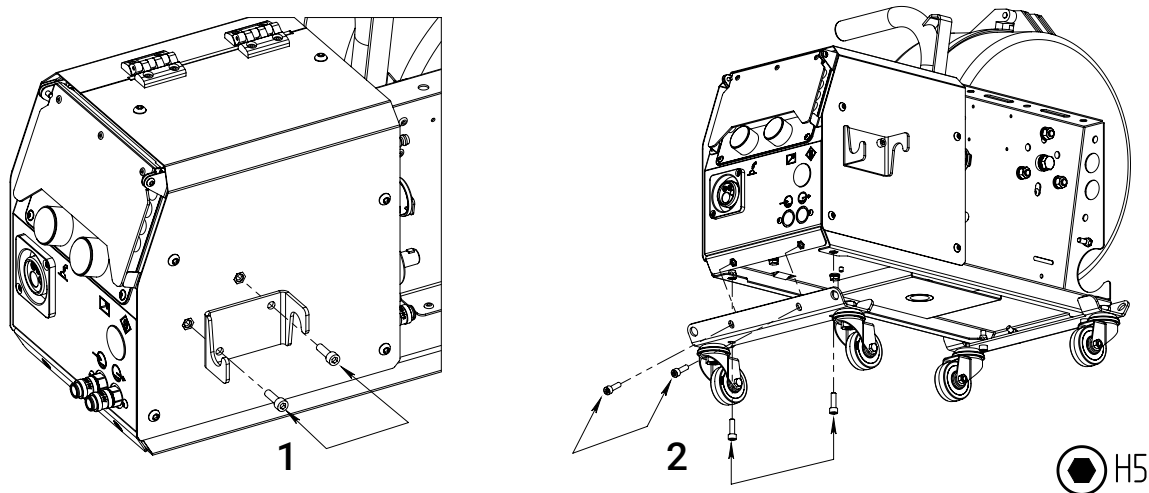

Рис. 9 – Монтаж элементов УПП-300П, УПП-300М, где: 1 – крюк крепления горелки, 2 – колёсная опора.
- 1 Присоединить крюк крепления горелки (см. п. 1 на Рис. 9).